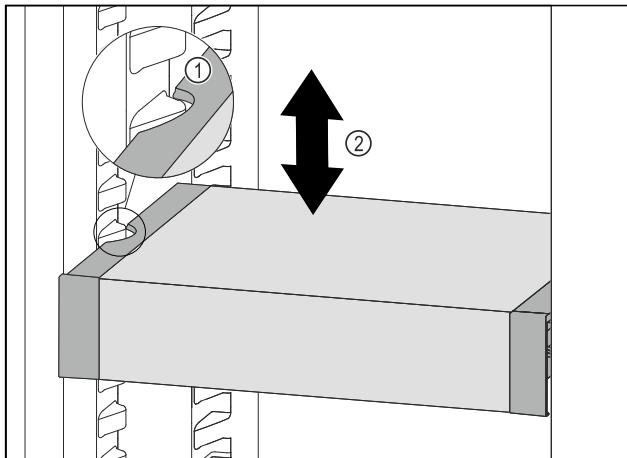

Fig. 133
- ▶ Изтеглете VarioSafe напред, докато страничните прорези на VarioSafe се намират на височината на реброто на съда в хладилната част. Fig. 133 (1)
- ▶ Преместете VarioSafe нагоре или надолу в хладилната част, докато се достигне желаната височина. Fig. 133 (2)